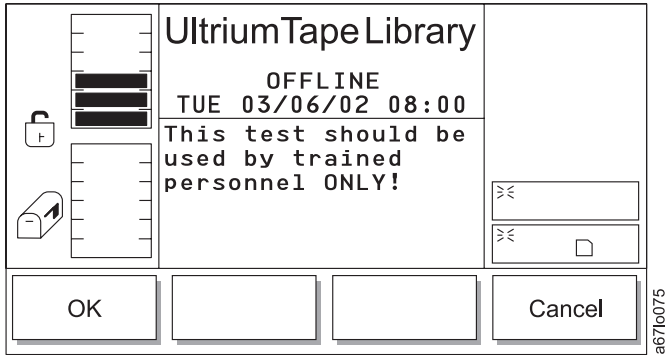

Abbildung 177. Schrittdialog
- Wird **Step** ausgewählt, erscheint der Schrittdialog (siehe Abb. 177 auf Seite 191).
Tabelle 126. Übersetzung von Abb. 177, Schrittdialog